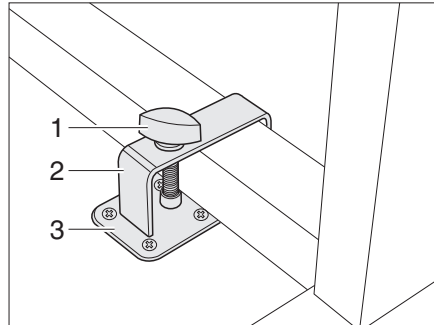
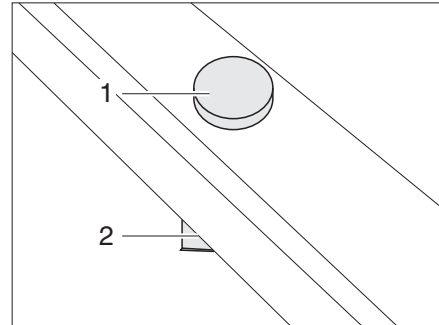

Fig. 58 Bloqueo mesa abatible con armazón metálico
Fig. 59 Bloqueo mesa abatible con armazón de plástico
- Colocar la mesa abatible junto a la sujeción (Fig. 58,3) o sobre la sujeción (Fig. 59,2).
- Colocar el estribo (Fig. 58,2) con el tornillo de sujeción (Fig. 58,1) sobre la pata de la mesa.
- Desplazar el estribo y de ser necesario la mesa abatible de tal manera que el tornillo de sujeción (Fig. 58,1 ó Fig. 59,1) pueda atornillarse en la sujeción (Fig. 58,3 ó Fig. 59,2).